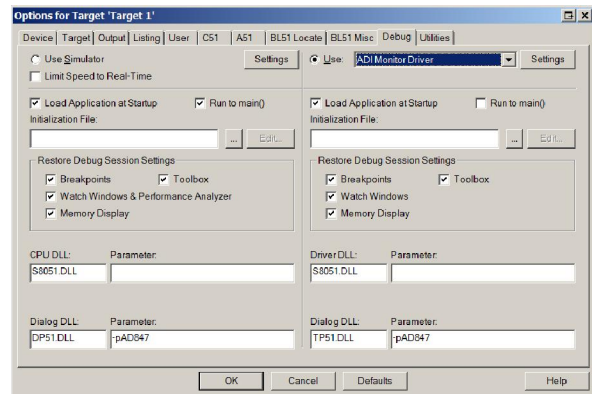

Figuur 5 – Configure Target Options
5. Klik nu op het **toverstafje** om de **Target Options** te openen. Zie Figuur 5 . Neem nu de instellingen op de volgende pagina's over: